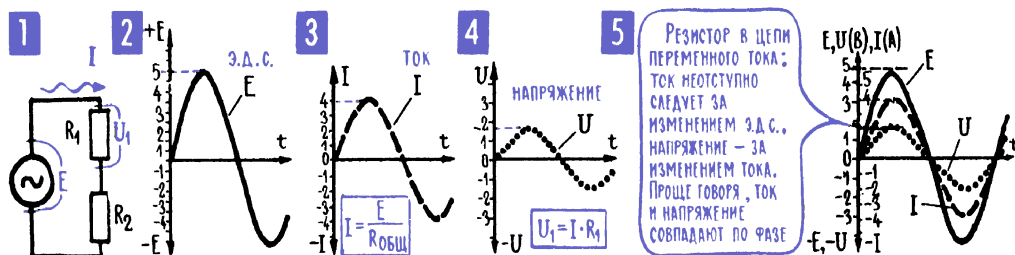

Рис. 6.5. Графики переменной ЭДС, напряжения и тока в электрической цепи
4. Под действием переменной ЭДС в цепи идет переменный ток, а на участках цепи действуют переменные напряжения. Все, что происходит в электрической цепи, подчиняется закону Ома, и если увеличивается или уменьшается ЭДС, то увеличивается или уменьшается ток, если меняется полярность генератора, то меняется направление тока (рис. 6.5; 3). И также в полном соответствии с законом Ома (но уже для участка цепи) переменный ток, проходя по какому-нибудь резистору, создает на нем переменное напряжение (рис. 6.5; 4).
Переменный ток и переменное напряжение по пятам следуют за всеми изменениями ЭДС, и поэтому график переменного тока и график переменного напряжения будут точной копией графика переменной ЭДС. Очень часто кривую тока и кривую ЭДС или напряжения располагают вообще на одном графике (рис. 6.5; 5), сделав для этого две разметки вертикальной оси — одну разметку в вольтах для ЭДС или напряжения, другую разметку в амперах для тока. Рассматривая такой двойной график, нужно помнить, что это всего лишь экономия бумаги, и ничего больше. Ни в коем случае нельзя сравнивать высоту этих кривых — они рассказывают о разных величинах, каждая начерчена в своем масштабе, и общая у них только ось времени.
События на участке с активным сопротивлением бесспорно подчиняются закону Ома в том виде, в каком он был установлен для постоянного тока (гл. 4; 1, 7). Амплитуда тока, например, равна амплитуде ЭДС, деленной на сопротивление; эффективное напряжение равно эффективному току, умноженному на сопротивление (рис. 6.7), и т. д. Поэтому и максимум тока наблюдается точно в тот же момент, что и максимум напряжения, то есть между током и напряжением нет никакого сдвига фаз (рис. 6.5; 5).